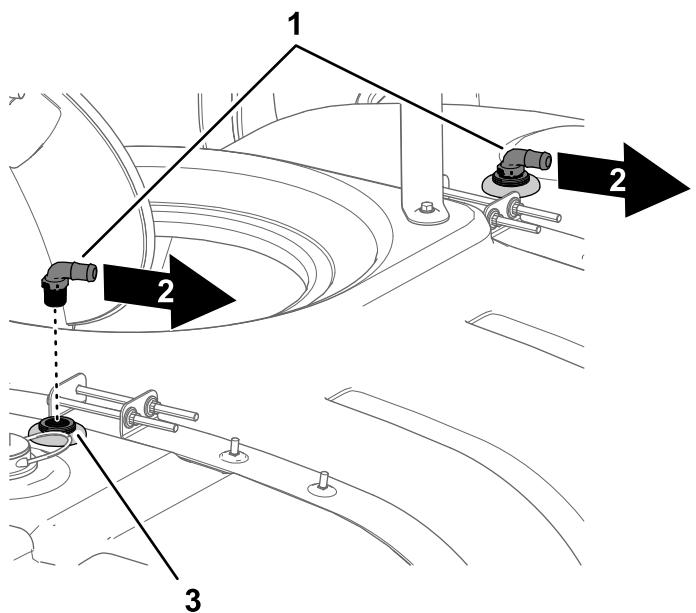

Figura 23
5. Montate i raccordi a 90 ° sui raccordi del diaframma dei gruppi ugelli di lavaggio (**Figura 23**).
6. Orientate il raccordo scanalato del flessibile dei raccordi a 90° verso il lato destro della macchina (**Figura 23**).